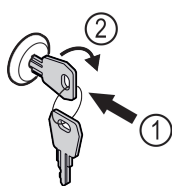

Fig. 136
- ▶ Schlüssel hineindrücken. Fig. 136 (1)
- ▶ Schlüssel um 90° im Uhrzeigersinn drehen. Fig. 136 (2)